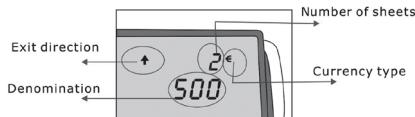

Fig. 3
- Aby wyświetlić raport testu, należy nacisnąć przycisk kierunkowy i raportu wykrywania. Nacisnąć ten sam przycisk, aby wyświetlić wynik każdego testu (rys. 3)